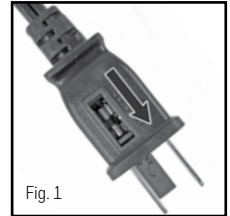

Fig. 1
- Deslice la tapa del fusible, ubicada en la parte superior del enchufe, hacia las clavijas del enchufe. (Fig. 1)